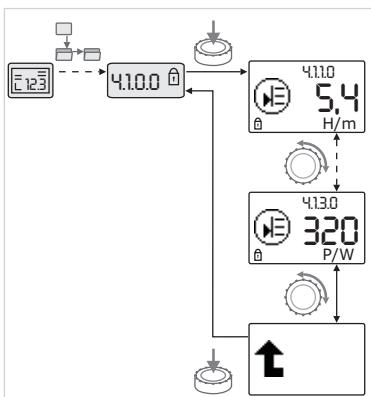

Fig. 39: Hentning af informationer
- Gå til menuelementer af typen "information" i den aktuelle undermenu ved at dreje på betjeningsknappen (se Fig. 39). Forklaringer til de indstillinger, der repræsenteres af symboler, se tabellen i kapitel 8.7 "Reference menuelementer" på side 227.